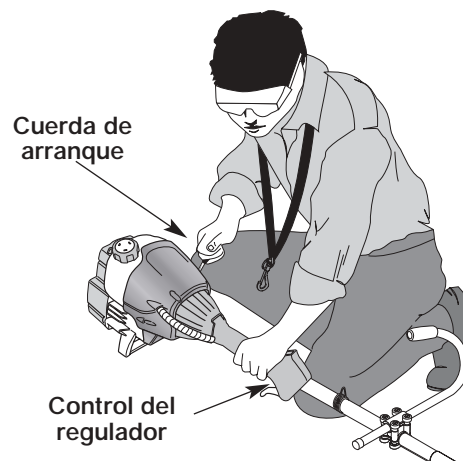

Figure 18
ADVERTENCIA: Evite los arranques accidentales. Colóquese en posición de inicio cuando tire de la cuerda de arranque (Fig. 18). El operador y la unidad deben estar en una posición estable al arrancar la unidad para evitar graves lesiones personales.
1. Saque la mano del control del regulador (Fig. 18). Deje enfriar el motor en mínima.